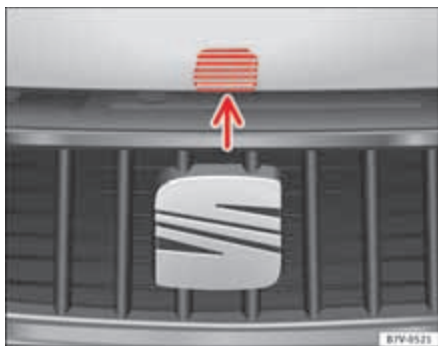

Fig. 164 Palanca de desbloqueo para la apertura del capó del motor en la parrilla del radiador.
- Levante el capó del motor por la palanca de desbloqueo ⇒ fig. 164 (flecha) y ábralo del todo. El capó del motor se mantiene gracias al muelle de gas.